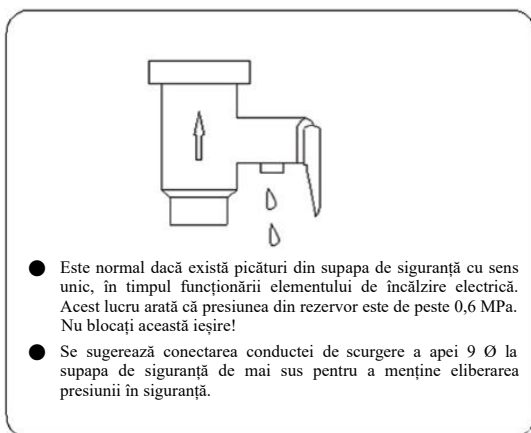
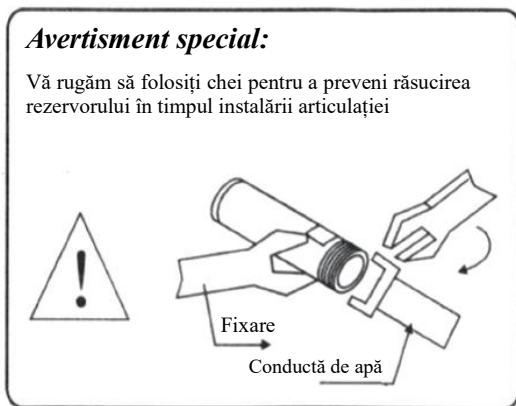

Fig.7
Fig.8
- ① Există filet G1/2" pentru toate îmbinările rezervorului de apă rece și caldă, iar îmbinarea supapei P/T este G3/4"
- ② Amplasamentul trebuie să fie în conformitate cu regulamentul de instalare a conductelor.
- ③ Supapa de scurgere sigură cu sens unic trebuie instalată la racordul de intrare a apei reci (Fig. 7), care trebuie să fie conectat la aer și spre partea de jos, poziția nu poate fi prea adâncă, în mod normal ar trebui să fie de 10 mm.
- ④ Țevile exterioare au nevoie de peste 50 mm de menținere a căldurii pentru a nu îngheța iarna.
- ⑤ În timpul conectării țevelor, nu utilizați o forță prea mare. (Fig.8)